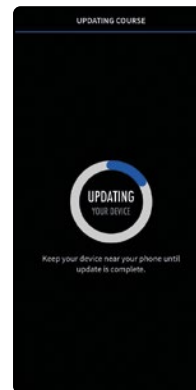

Figure 3 - Mise à jour de votre appareil
4. Sélectionnez le parcours que vous souhaitez mettre à jour, l'application affichera alors «Mise à jour de votre appareil» (figure 3)